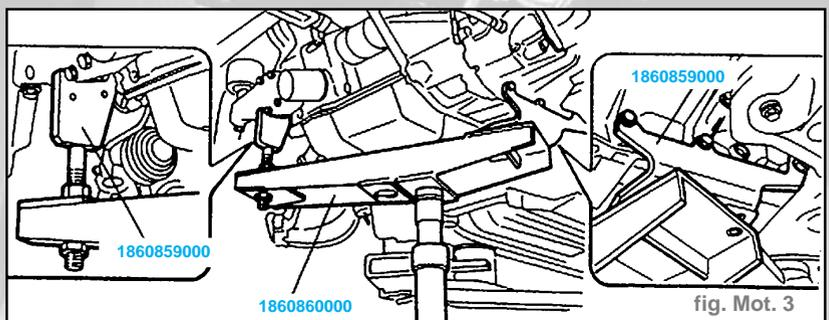

fig. Mot. 3
- Positionner l'outil 186086000 de support du groupe motopropulseur sur le vérin hydraulique et le fixer au groupe motopropulseur à l'aide des outils 1860859000 (fig. Mot. 3).
- Positionner l'outil **1860860000** de support groupe motopropulseur sur vérin hydraulique et le fixer au groupe motopropulseur à l'aide de l'outil **1860859000** (fig. Mot. 3).